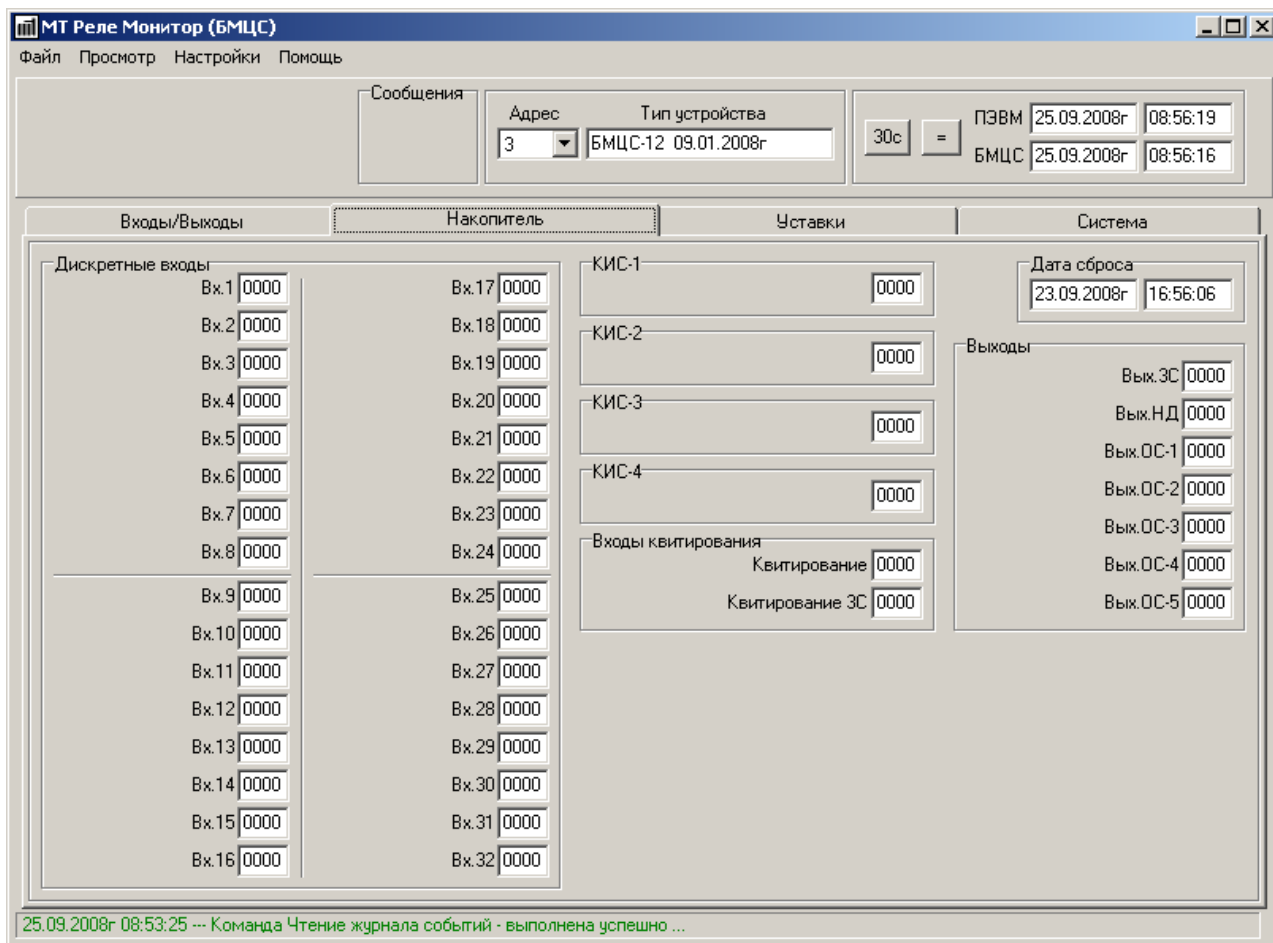

Рис. 102 Вкладка «Накопитель»
При использовании удаленного доступа вся эта информация одновременно выводится на вкладке «Накопитель» (рис. 102), в том числе дата и время сброса накопительной информации.
- «Команды», на которой расположены кнопки «Сброс накопительной информации» (дата и время сброса отображаются в окне вкладки «Накопитель», см. рис. 102), «Сброс неисправностей входных сигналов» (для квитирования сигнала «Вых. НД», см. рис. 102), «Квитирование», «Очистка журнала событий», «Маска событий» и индикатор чтения журнала событий;